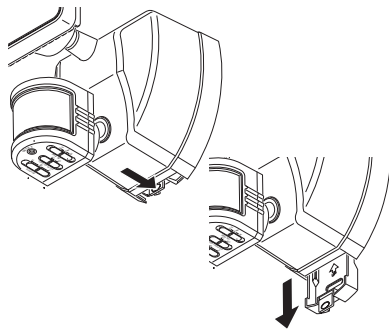

Figure 1
1. Appuyez sur la languette au bas de la plaque de montage, puis faites glisser cette dernière du corps de l'appareil (voir la Figure 1).